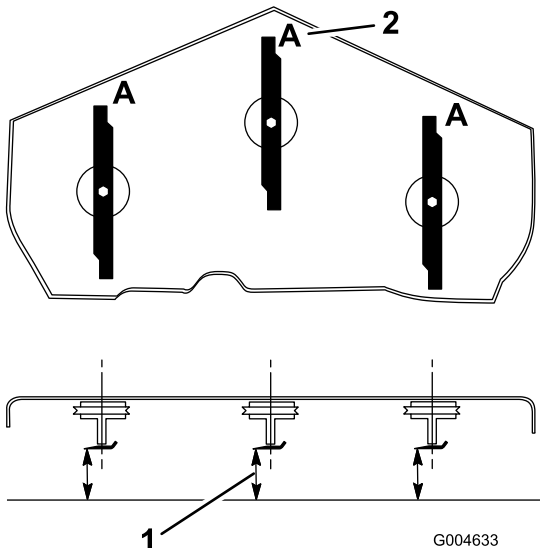

Figure 72
3. Tournez les lames dans le sens longitudinal (Figure 72). Mesurez la distance entre la surface plane et le tranchant (position **A**) des lames (Figure 72). Notez cette valeur.